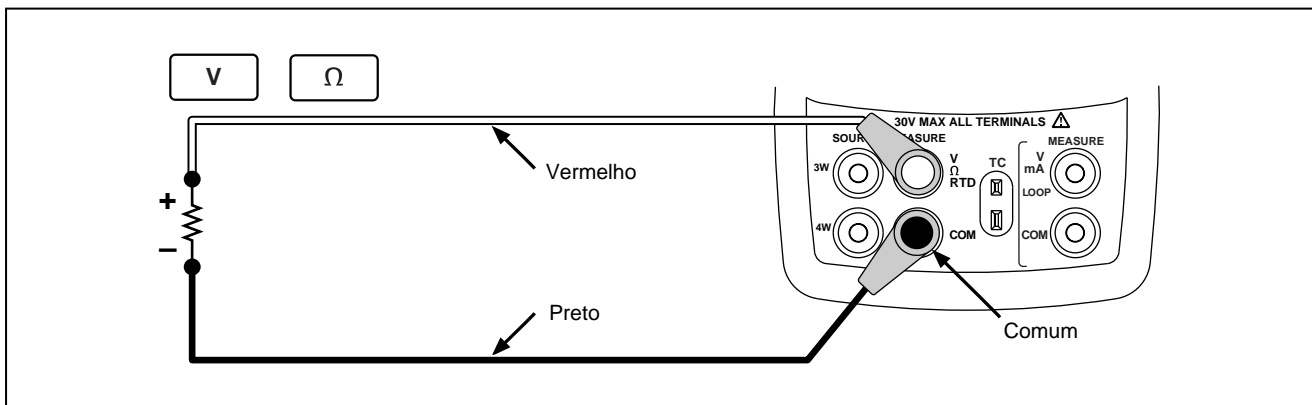

Figura 12. Conexões de fonte elétrica
1. Conecte os terminais de teste, conforme mostrado na Figura 12, dependendo da função de fonte.